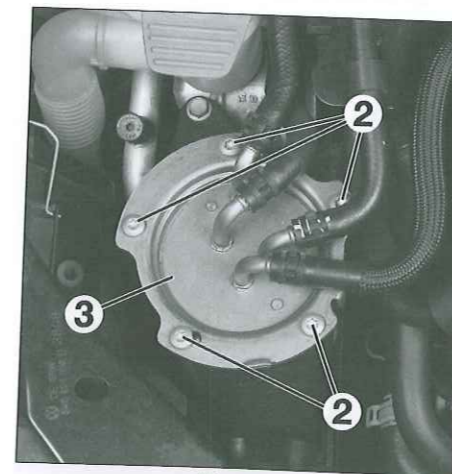

Fig. 40
- Desmontar los tornillos de fijación (2) y sacar la carcasa (3) (Fig.40).
- llenar previamente el cuerpo de filtro de combustible limpio, para facilitar el cebado del circuito, sustituir las juntas de estanqueidad (5) y (6) (Fig.40), y apretar los tornillos (2) en diagonal.